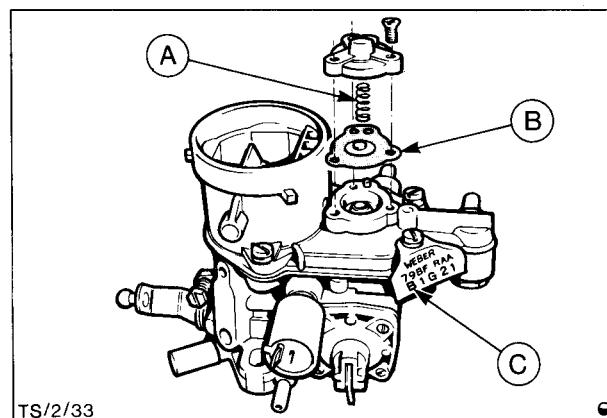

Abb.1 A = Feder - Teillast-Anreicherungsventil
Die geänderten Vergaser können an dem gelben Farbpunkt auf der Beschleunigerpumpe oder an der Code "B" auf dem Vergaser-Identifizierungsschild in der unteren linken Ecke erkannt werden, "C" in Abb. 1.
2. Batterie abklemmen. Ansauggeräuschdämpfer abbauen und eine neue Feder für das Teillast-Anreicherungsventil einbauen, "A" in Abb. 1.